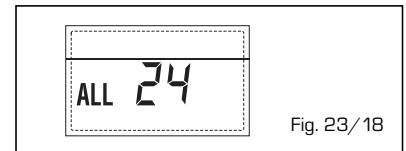

Fig. 23/18
**- ANOMALIA SONDA BOLLITORE SOLARE (S2) "ALL 25" (fig. 23/19)**